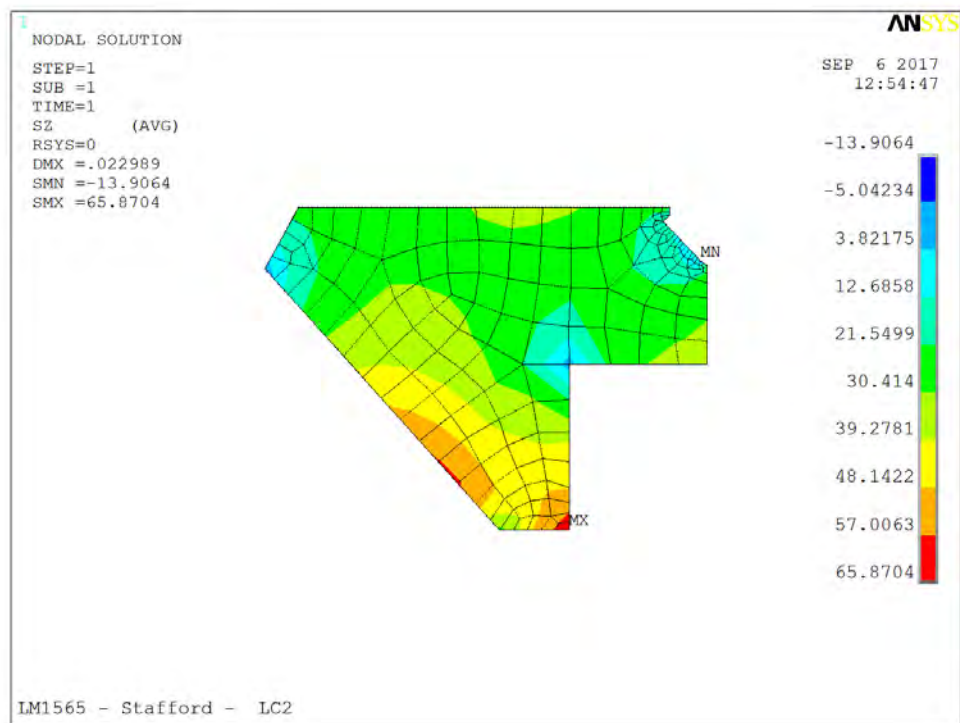

Fig. 2G
- **Fig. 2G - Ring beam hoop stress**